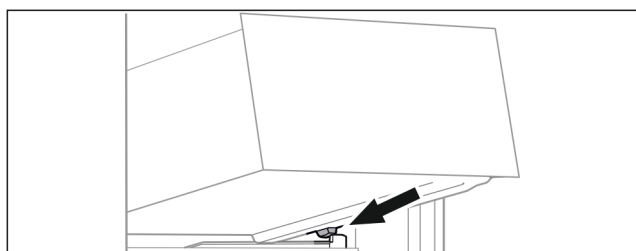

Fig. 58
- ▶ Założyć szufladę pod skosem za stoperami na żebro pojemnika. (patrz Fig. 58)